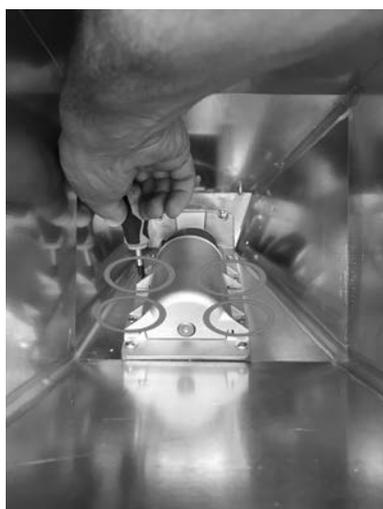

Fig. 83 - Retrait des vis
- Entrer par le réservoir et dévisser les 4 vis de la coque de la vis sans fin (voir **Fig. 83**).